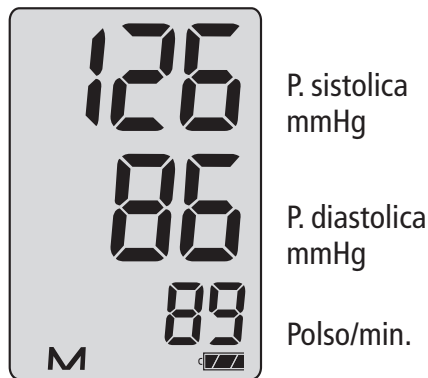

Fig. 10
- ➔ Per richiamare l'ultima misura effettuata, premere il pulsante "M". La data e l'ora di questa misura saranno visualizzate e, dopo circa 3 secondi, la misura attuale apparirà automaticamente (Sistolica, Distolica e Pulsazioni). (vedere Fig. 10).